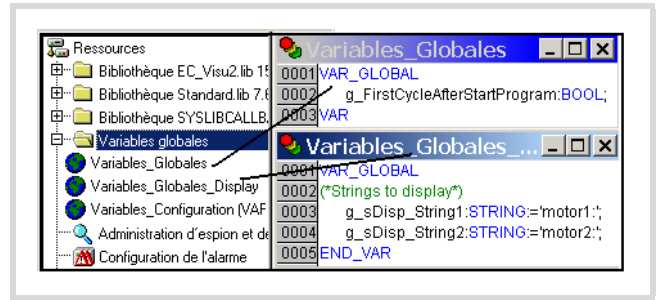

Figure 95 : Déclaration des variables au niveau de l'afficheur
- Déclaration de la variable (de l'afficheur) destinée à l'affichage Saisie dans la liste "Globale_Variablen_Display" → figure 95
► Pour chaque élément de texte que vous souhaitez afficher ("motor1", par exemple), déclarez d'abord dans la liste "Globale_Variablen_Display" une variable de type "String", en suivant le modèle ci-dessous (voir également figure 95) :
- Dans ce programme, activez une variable auxiliaire "g_xFirstCycleAfterStartProgram" que vous remettrez à zéro à l'issue du premier cycle. La variable auxiliaire doit être déclarée de manière globale. → figure 95